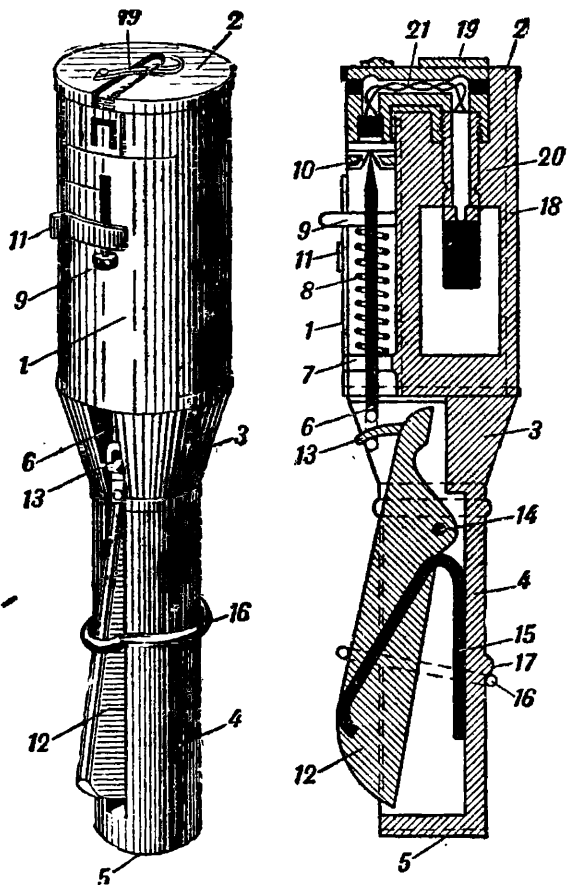

Рис. 20. Детали гранаты
27. Граната (рис. 20) состоит из корпуса с рукояткой, разрывного заряда, воспламеняющего механизма и оборонительного чехла.